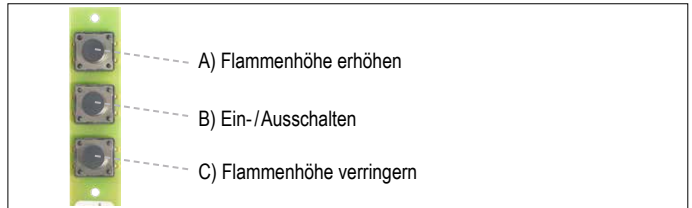

Abb. 20: Schaltpanel
- Drücken Sie die Taste **„B“** (siehe Abb. 20), bis ein kurzer Piepton bestätigt, dass die Startsequenz begonnen hat; lassen Sie die Taste los.